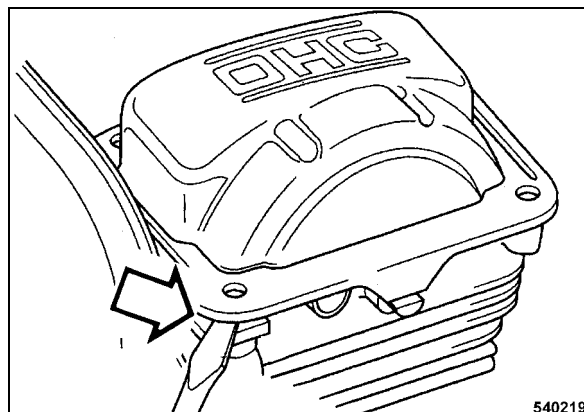

рис. 42
- Вставить отвертку в изгиб (рис. 42) и осторожно снять крышку головки блока цилиндров.